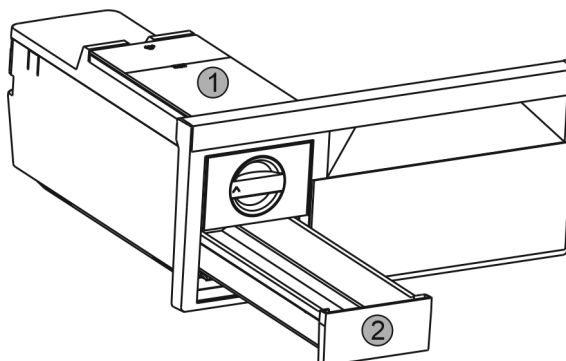

Fig. 38
- ▶ Vyměňte nádržku na vodu *Fig. 38 (1)* a zásuvku na kostky ledu *Fig. 38 (2)*.